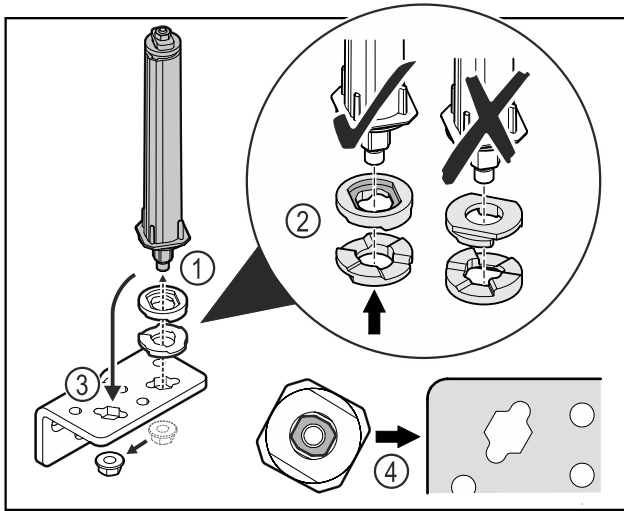

Fig. 41
- ▶ Avaa mutteri ja poista oven sulkuyksikkö Fig. 41 (1).
- ▶ Huomioi korkeudensäätölaattojen oikea kohdistus Fig. 41 (2).
- ▶ Aseta oven sulkuyksikkö saranakulmassa toiseen paikkaan ja kiinnitä mutterilla Fig. 41 (3).
- ▶ Huomioi oven sulkuyksikön oikea kohdistus paikalleen asettamisen yhteydessä Fig. 41 (4).